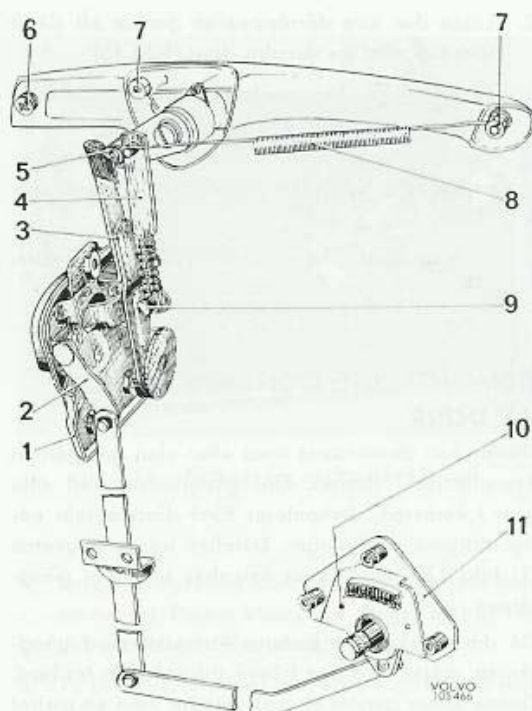
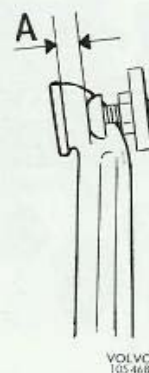

Bild 21. Dörrlås med avståndskontroll
Bild 25. Spelet mellan låshandtagets manöverarm och dörrlåsets hävarm
4. Ta bort låsningen (9 bild 21) för förbindelselänken mellan låset och ytterhandtaget.
7. Låshandtaget lossas genom att skruven (6) och muttrarna (7, bild 21) skruvas bort.
3. Montera förbindelselänken (4, bild 21) samt fjädern (8). Justera längden på länken genom att skruva på fjädern i länkens nedre ände, så att låshandtagets manöverarm träffar mitt på låsets hävarm (3) i upplåst läge.
4. Kontrollera eller justera vid behov spelet mellan låshandtagets manöverarm och dörrlåsets hävarm (bild 25). Spelet ska vara 1—2 mm och justeras med skruven (5, bild 21).
- detta läge genom att placera en saxpinne i hålet (10, bild 21).